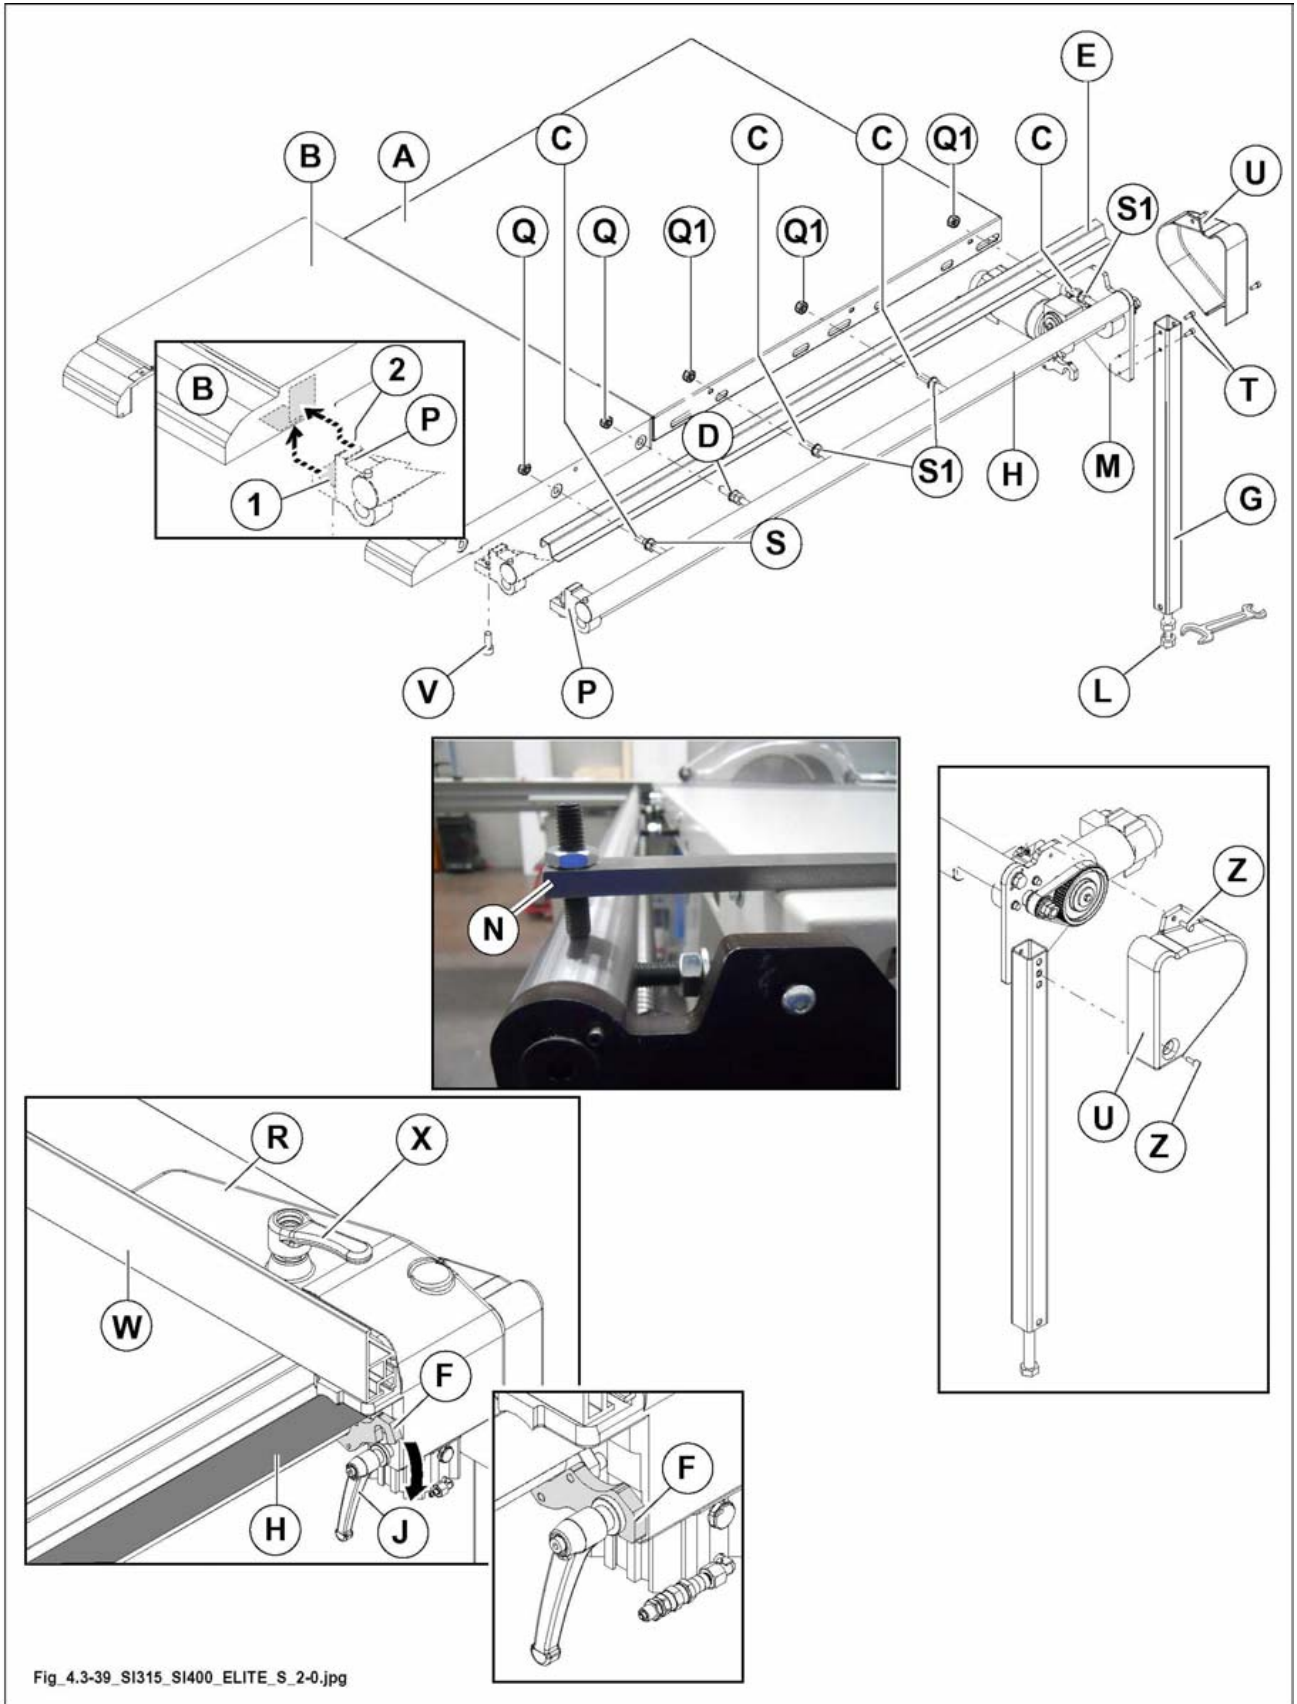

Abb. 4.3-39
Ist die motorbetriebene Anschlagseinheit (M Abb. 4.3-39) aus Transportgründen abmontiert, so vorgehen:
Das Bein (G Abb. 4.3-39) durch Andrehen der Schraube (T Abb. 4.3-39) befestigen.
- Ziehen Sie die Schraube (V Abb. 4.3-39) fest.
die Muttern (D Abb. 4.3-39) nicht lockern, da sie von unseren Technikern für die richtige Positionierung der zylindrischen Führung eingestellt wurden.
- 2) Die Muttern (S, S1 Abb.4.3-39) an der Fläche (B Abb.4.3-39) und an der zusätzlichen Fläche (A Abb.4.3-39).
- 3) Kontrollieren Sie, ob die Führung (H Abb.4.3-39) linear ausgerichtet ist und nehmen Sie, falls notwendig, die entsprechenden Einstellungen mit Hilfe der Muttern (S Abb.4.3-39) vor.
Anhand der Schraube (L Abb. 4.3-39) nivellieren
- 4) Mutter (Q Abb. 4.3-39).
Kontrollieren Sie, ob die Führung (H Abb.4.3-39) linear ausgerichtet ist und nehmen Sie, falls notwendig, die entsprechenden Einstellungen mit Hilfe der Muttern (S1 Abb.4.3-39) vor.
Die Muttern (S1 Abb.4.3-39) an der zusätzlichen Fläche (A Abb.4.3-39) von Hand anschrauben und achtgeben, daß die Führung (H Abb.4.3-39) dabei nicht verformt wird; abschließend die Muttern (Q1 Abb.4.3-39) festspannen.
- 5) Deckel (E Abb.4.3-39) und mit Schrauben befestigen.
Deckel (U Abb.4.3-39) und mit Schrauben (Z Abb. 4.3-39) befestigen.
- 6) Support (R Abb.4.3.39) an die Stange (H Abb.4.3.39) einbauen.
Alu-Lineal (W Abb. 4.3-39) einbauen und dieses mit dem Hebel (X Abb. 4.3-39) blockieren.